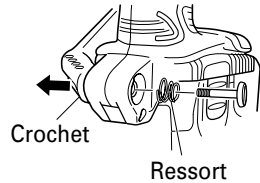

Fig. 16
- (b) Retirer le crochet et le ressort (Fig. 16).